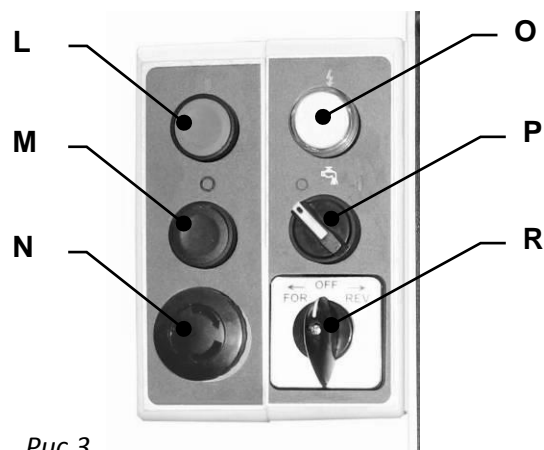

Рис.3
Убедитесь, что «грибок» кнопки аварийной остановки станка (*N*, *Рис.3*) находится в отжатом положении.
Световой индикатор (*O*, *Рис.3*) показывает, что станок подключен к сети
Выбор направления вращения шпинделя осуществляется переключателем (*R*, *Рис.3*). Менять направление вращения переключателем необходимо, только при остановленном двигателе.
**ПРЕДУПРЕЖДЕНИЕ:** Не меняйте направление вращения шпинделя во время работы станка. Неправильная эксплуатация может повредить переключатель Влево/Вправо и шестерни коробки. Включение вращения осуществляется зеленой кнопкой (*L*, *Рис.3*)
Выключение вращения осуществляется красной кнопкой (*M*, *Рис.3*)
Переключатель подвода СОЖ (*P*, *Рис.3*) позволяет осуществлять подачу СОЖ в зону резания. Кнопка аварийной остановки (*N*, *Рис.3*) останавливает все функции станка.